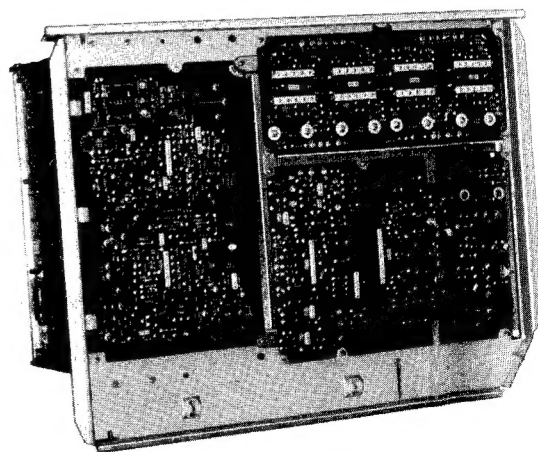

Fig. 2-8 Abb. 2-8
2. Draw out the Q, R, W and Y-Board blocks then lay down these bloks as shown in fig. 2-8.
2. Den Q-, R-, W- und Y-Plattenblock herausziehen und dann diese Blöcke hinlegen, wie in Abb. 2-8 gezeigt.